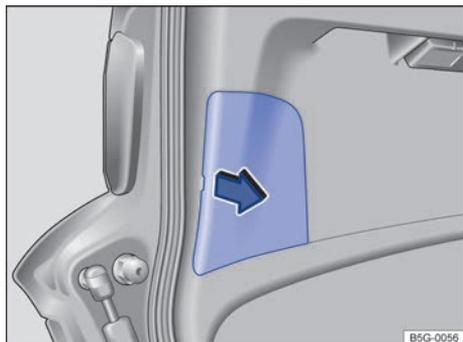

Fig. 197 En el portón del maletero: retirar la tapa.
- ❶ Tenga en cuenta la lista de comprobación y lleve a cabo las operaciones descritas en ella → pág. 231.
- ❷ Abra el portón del maletero → pág. 88.
- ❸ Desmonte la tapa con cuidado en el sentido de la flecha, si fuera necesario haciendo palanca con la punta plana del destornillador de las herramientas de a bordo → fig. 197.